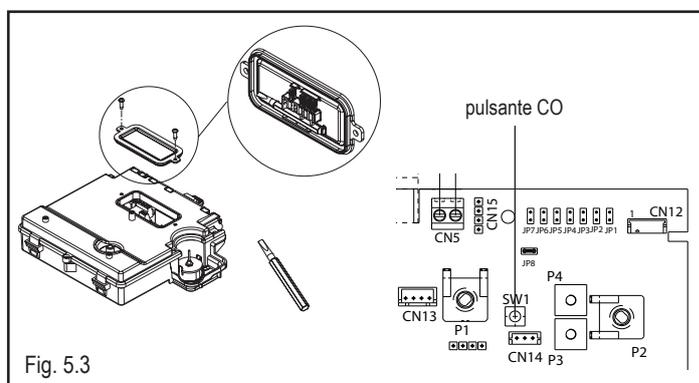

Fig. 5.3
- rimuovere il coperchietto ispezione parti elettriche svitando le 2 viti di fissaggio per accedere al pulsante "CO" (Fig. 5.3)
- Premere una volta il pulsante "CO" utilizzando il cacciavite in dotazione (Fig. 5.3)